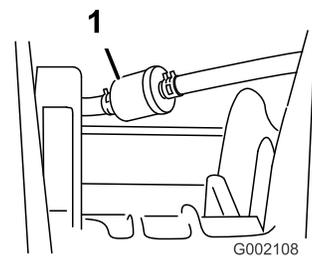

Figure 44
5. Enlevez les fixations du filtre à carburant sur les conduites d'alimentation (Figure 44).